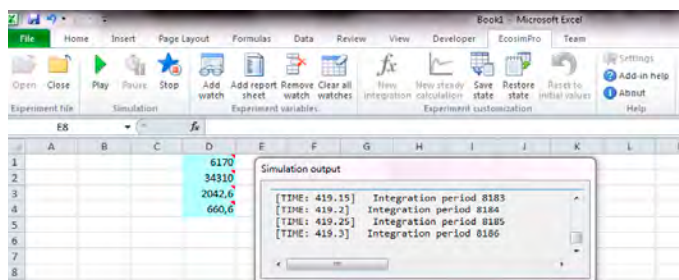

Figura 4 Celdas asociadas
- Generar informes de variables que consisten en hojas Excel, que contienen los valores de una serie de variables para cada instante de tiempo de la simulación. A partir de ellos, el usuario puede generar gráficos. En la Figura 4 se muestra el diálogo de selección de